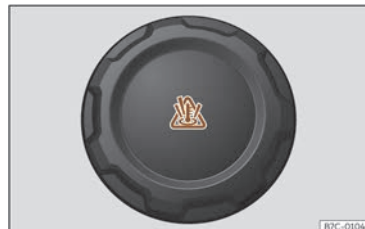

Fig. 224 Compartimentul motor: capacul vasului de expansiune pentru lichidul de răcire.
- Vasul de expansiune pentru lichidul de răcire poate fi recunoscut după simbolul de pe capac  >>> **fig. 224**